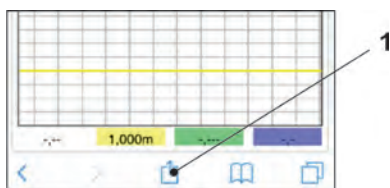

Fig. 29-17 Configurer le lien
8. Pour configurer un lien sur l'écran d'accueil (pour un accès direct), cliquez sur l'icône « Déployer » (Fig. 29-17 n° 1).